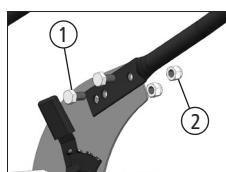

Fig. 04
Concluir a montagem encaixando os parafusos (1), fixando-os com as porcas (2), [Fig. 04].